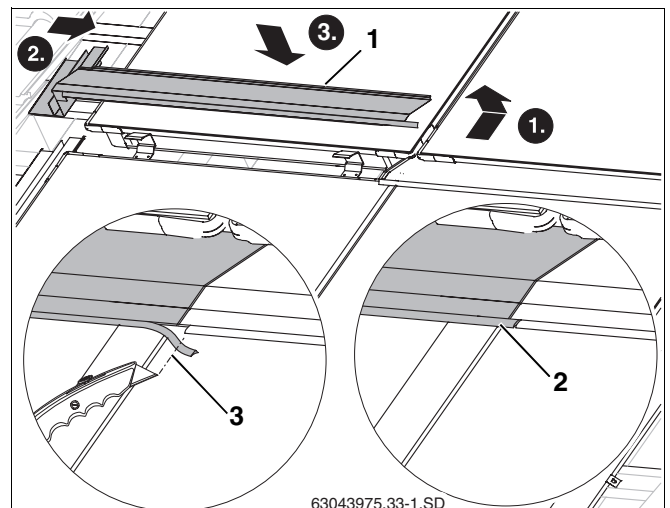

Fig. 52 Colocación de la chapa protectora central izquierda
- ▶ Sitúe el canto de la chapa protectora izquierda (fig. 52, **pos. 1**) en la empuñadura del marco del colector como en el caso de la chapa protectora derecha.
- ▶ Recorte la falda de goma (fig. 52, **pos. 3**) hasta que haga tope con la falda de goma de la chapa protectora derecha.
- ▶ Introduzca la falda de goma de la chapa protectora izquierda en la unión de la chapa protectora derecha (fig. 52, **pos. 2**).